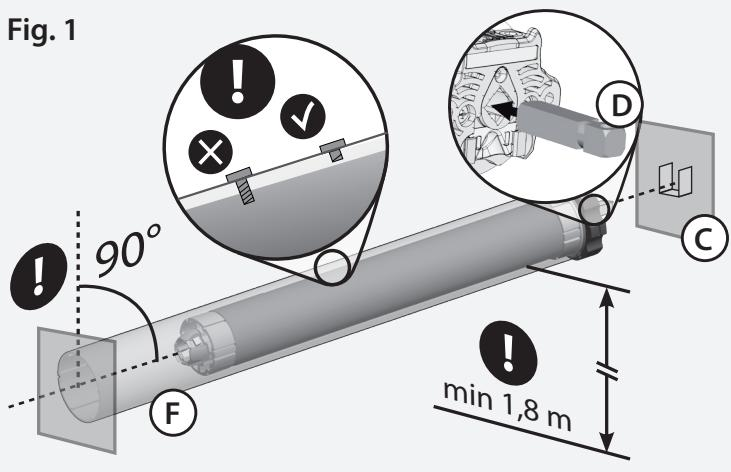

Fig. 1.1
- Fix the adaptors to the motor distinguishing the limits ring (Fig. 1.1 A) from the drive pulley ((Fig. 1.2 B).
- The fixing bracket (C) must be fixed inside the box or on the awning frame so that the roller tube (F) is perfectly horizontal and at a height not less than 1,8m.
- Insert the motor (E) into the tube (F) until its end stops against the limits ring.
- **[FOR XQ50]** Place the motor square pin (D) on the bracket (C) and the cap at the opposite end of the tube on the fixing plate.
**WARNING: Never hit on the head of the motor (D) when you insert it into the tube.**
- Insérez les adaptateurs sur le motorréducteur en distinguant la bague de la fin de course (Fig. 1.1 A) de la couronne d'entraînement (Fig. 1.2 B).
- Le support du motorréducteur (C) doit être fixé à l'intérieur du caisson ou sur l'armature du store de manière que le tube (F) soit en position parfaitement horizontale et à une hauteur non inférieure à 1,8m.